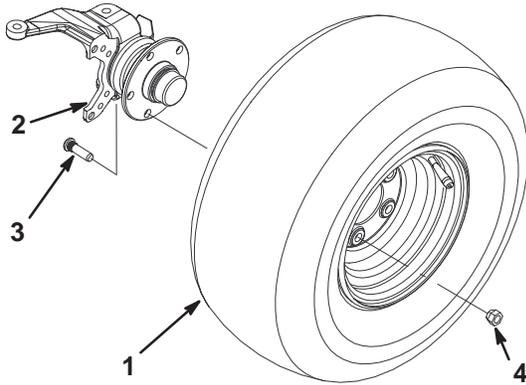

Figure 3
3. Montez les roues avec les fixations retirées précédemment (Fig. 3) et serrez les boulons à 61–88 Nm.